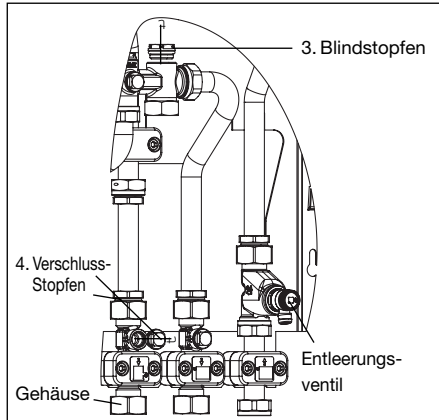

Abb. 6.2 Ausbau der Einzelteile
2. Die gesamte Wohnungsstation „Regudis W“ entleeren. (z.B. mit Hilfe des Entleerungsventils Abb. 6.2).